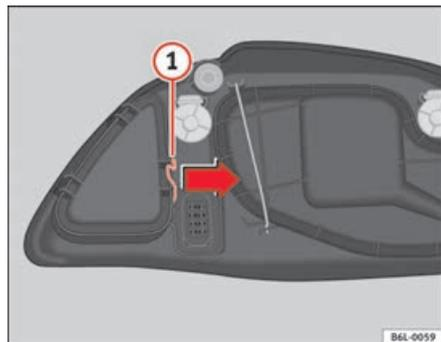

Fig. 155 Feux de position
- Déplacez le tirant (1) ⇒ fig. 155 dans le sens de la flèche puis retirez le cache.